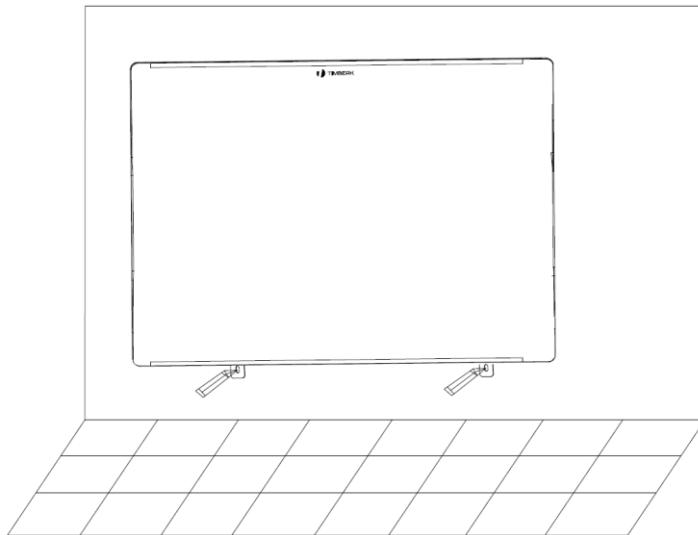

Рисунок 6
6. Разместите конвектор на кронштейнах. Поставьте разметку на стене через отверстия крепежей (см. п. 5), после чего снимите прибор с кронштейнов. Просверлите отверстия (диаметр сверла 6 мм), вставьте дюбели (не входят в комплект поставки (рис. 6)).